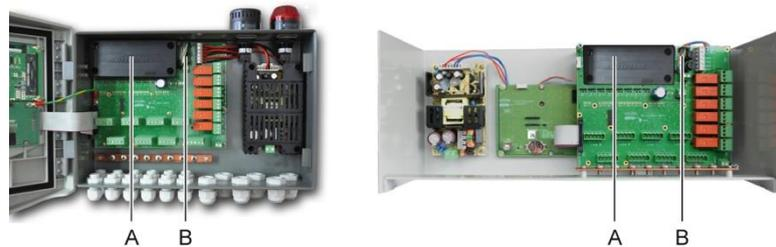

Abbildung 30: Einbau des Akkublocks
1. Positionieren und befestigen Sie den Akkublock (Abbildung 30, A) an dem markierten Platz mit Hilfe der 4 mitgelieferten Schrauben.
2. Verbinden Sie den Akkus mit dem hierfür vorgesehenen Anschluss (Abbildung 30, B). Der Anschlussstecker ist codiert und kann nur in korrekter Weise verbunden werden.